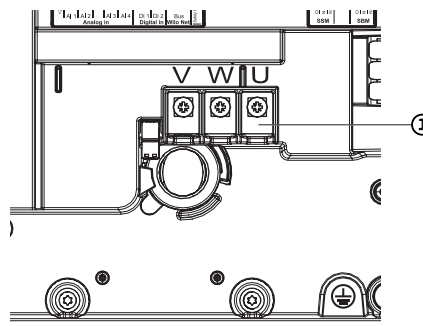

Fig. 114: Motoranslutningsplintar V, W, U
5. Lossa motoranslutningskabeln (Fig. 114).